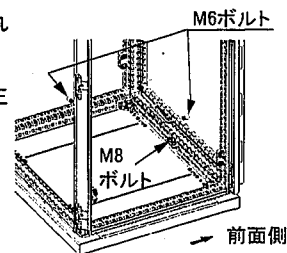

図5
- 感電防止のため、必ず接地(アース)をしてください。接地端子は前面下のフレーム中央にM8ボルト(本体用主接地)、扉・側板・天板にM6ボルトがあります。下表の適正締付トルク値を守り正しく締付けてください。(図5)